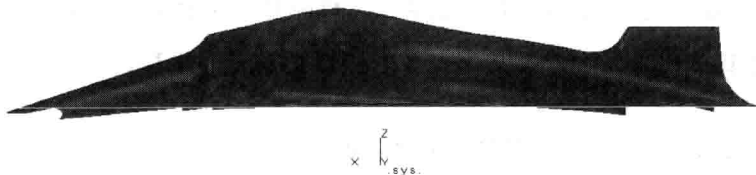

图 1-3 主视图
(3) 双击“系统视向”列表中“主视”，得到显示结果如图 1-3 所示。